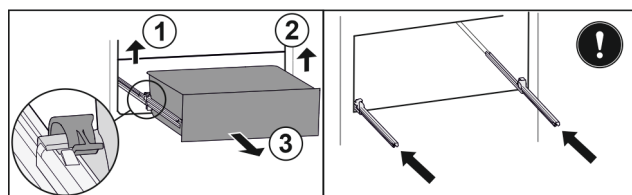

Fig. 62
- ▶ Podnieść lewy zacisk i wysunąć jednocześnie szufladę po lewej do przodu. Fig. 62 (1)
- ▶ Podnieść prawy zacisk i wysunąć jednocześnie szufladę po prawej do przodu. Fig. 62 (2)
- ▶ Wyjąć szufladę do przodu. Fig. 62 (3)